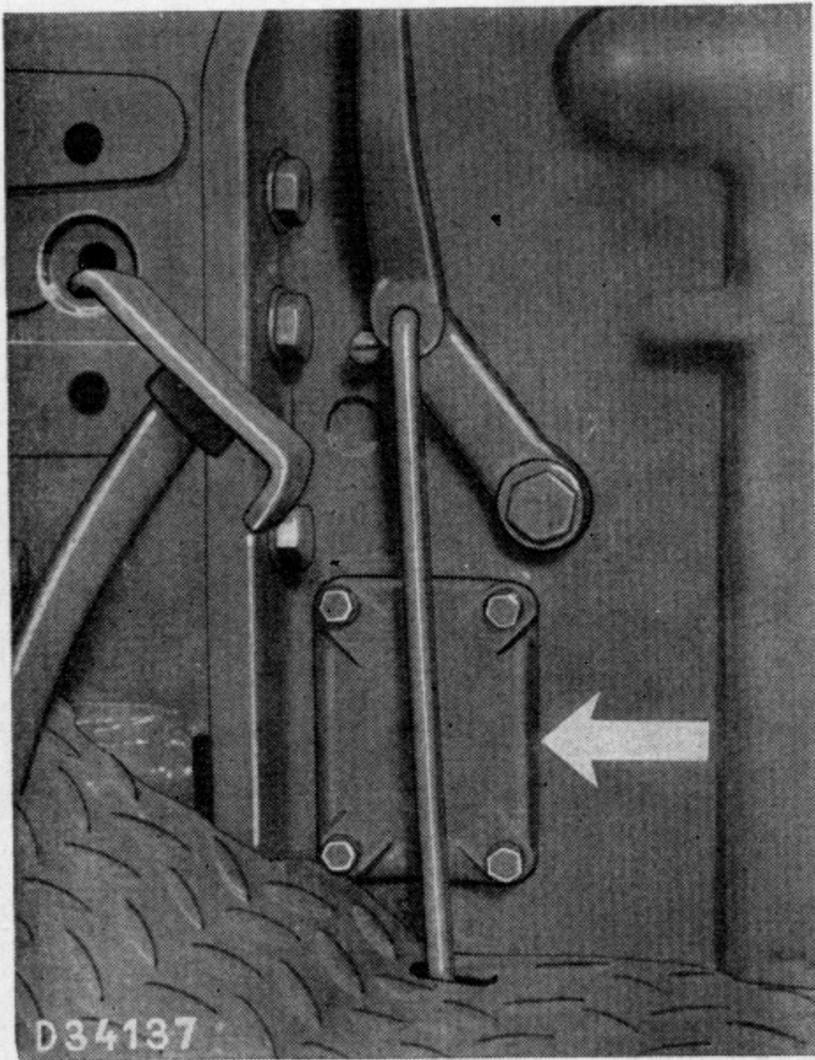

Bild 226. Deckel zur Lamellenkupplung
a) Deckel (Bild 226) an Getriebegehäuse abschrauben.